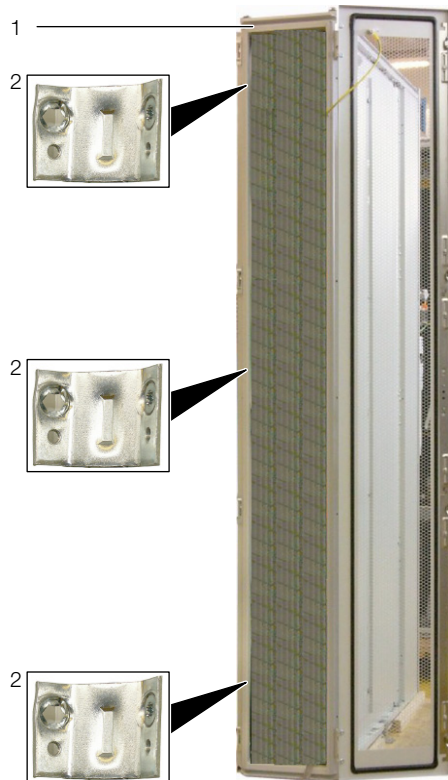

Abb. 3: Rückseite
- Befestigen Sie je drei Anreihverbinder (Abb. 3, Pos. 2) mit den zugehörigen Befestigungsschrauben an den vorgesehenen Befestigungspunkten in den Montageleisten auf der Vorder- und Rückseite des Kabelrangiergehäuse (Abb. 3, Pos. 1).